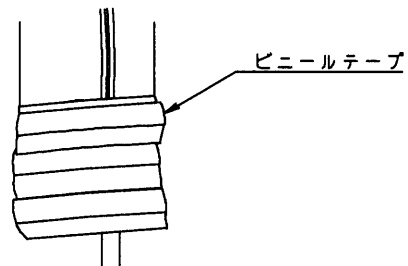

図2
- ③ 器具取り付けの際に接続した部分を挟みこまないよう、ビニールテープ等で保護してください。(図2)